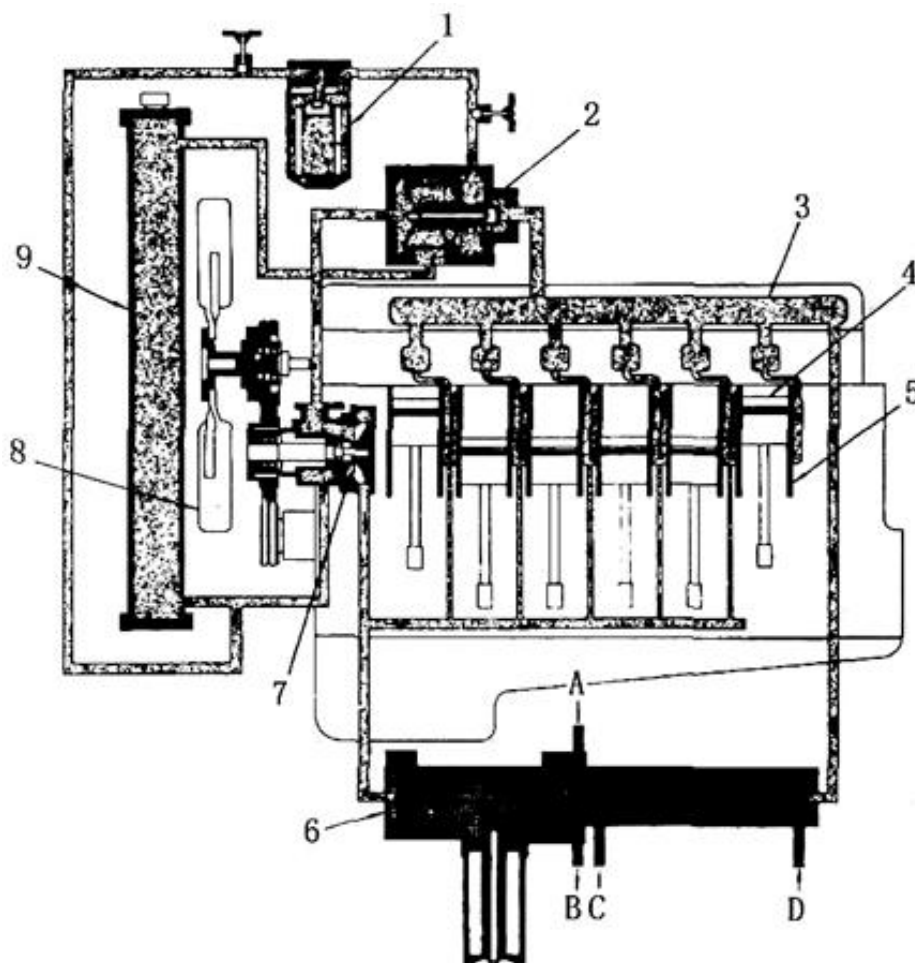

Рис. 5-11
4. Система охлаждения (см. Рис. 5-11)